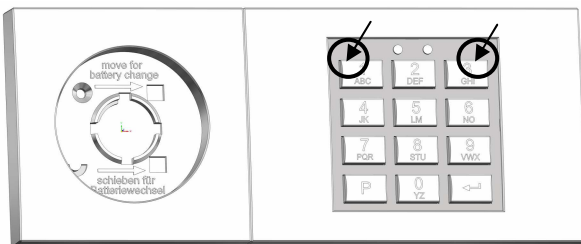

Abbildung 16: Tastaturbaugruppe demontieren, dazu vorsichtig auf den oberen Bereich des Tastaturrahmens drücken
Die Tastaturbaugruppe im Oberteil der Eingabeeinheit (8) ist standardmäßig für die Einbaulage Drehgriff (7) links, Tastatur rechts, vormontiert. Soll diese Einbaulage beibehalten werden, ist dieses Kapitel zu überspringen. Wird die Eingabeeinheit jedoch in einer der drei anderen Einbaulagen montiert, muss die herausnehmbare Tastaturbaugruppe gedreht werden. Dazu ist zunächst die Tastaturbaugruppe aus dem Oberteil der Bedieneinheit (8) zu lösen. Dies erfolgt durch vorsichtigen Druck auf die in Abbildung 16 dargestellten Bereiche (keine Gewalt oder scharfkantige Werkzeuge oder Ähnliches verwenden). Dadurch löst sich die Baugruppe aus ihren oberen Halterungen. Anschließend die Tastatureinheit vorsichtig aus den unteren Halterungen lösen (siehe Abbildungen 17 und 18) und möglichst ohne Verkanten oder Verformen der Halteklammern nach hinten aus dem Oberteil der Bedieneinheit (8) herausnehmen.